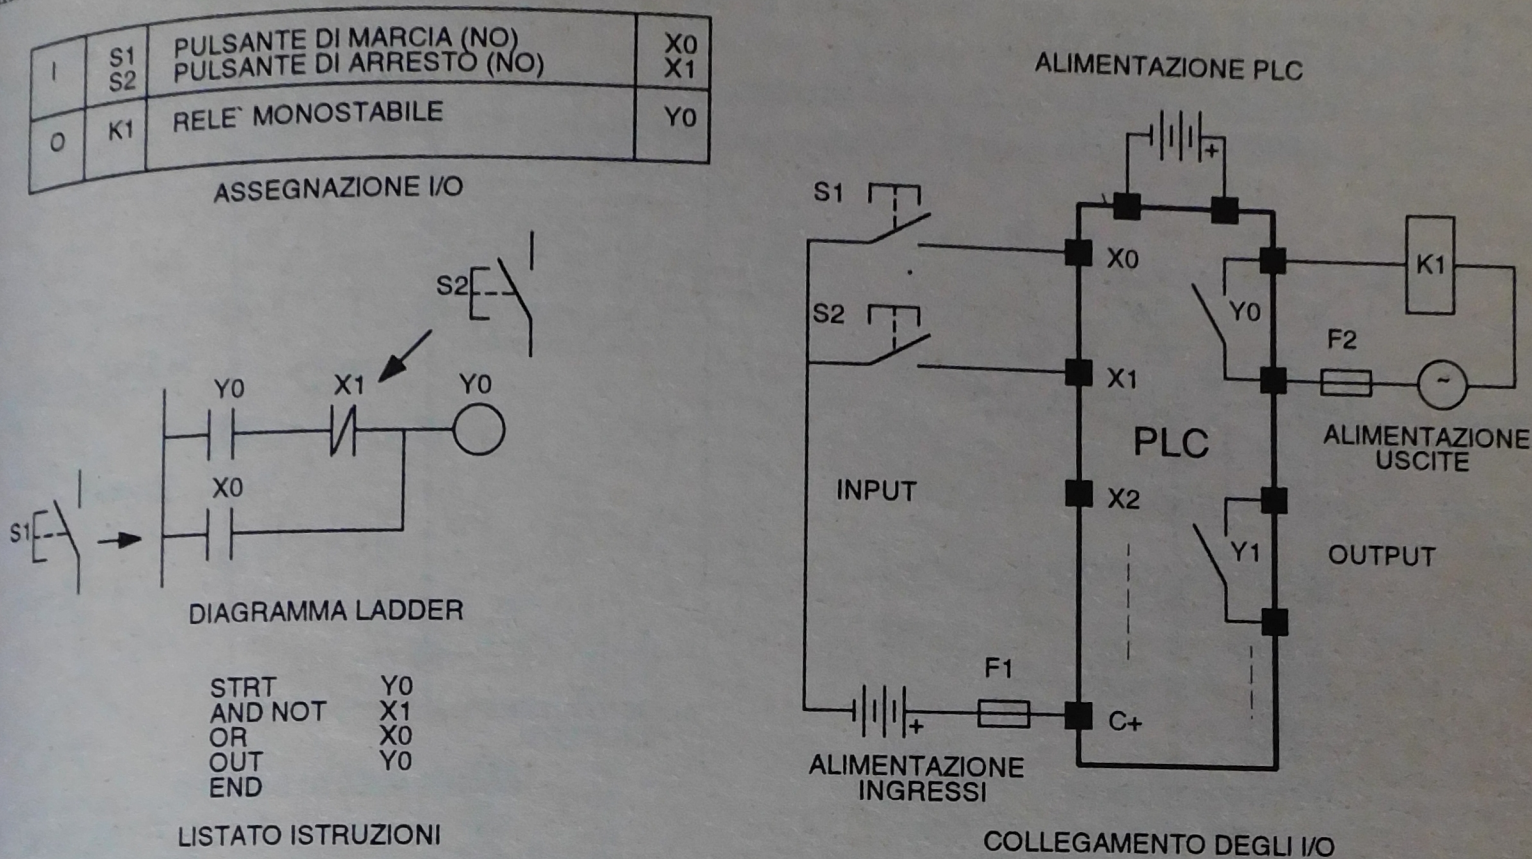

Fig. 14.36 - Comando di un relè monostabile (soluzione 1).
La prima soluzione proposta (fig. 14.36) è la meno sicura, in quanto non garantisce la diseccitazione del relè monostabile K1 in caso di malfunzionamento dell'alimentatore degli ingressi e qualora venga a mancare il collegamento al pulsante di arresto S2 (NO), inoltre se si preme contemporaneamente il pulsante di reset S2 e il pulsante di set S1 il relè K1 si eccita ugualmente (set dominate).